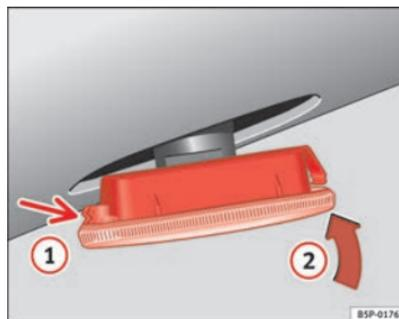

Fig. 147 Intermitentes laterales
- Coloque el intermitente en primer lugar en el orificio de la carrocería, encajando las pestañas ① ⇒ fig. 147, y a continuación encaje la lámpara como indica la flecha ② ⇒ fig. 147. ■